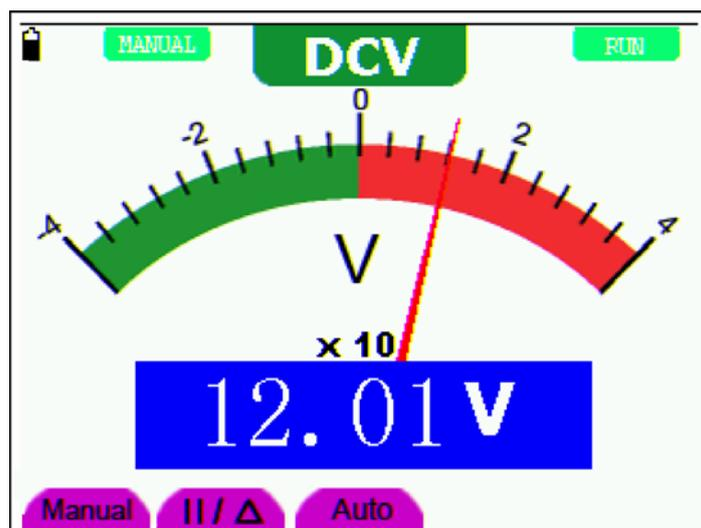

图 30: 手动/自动切换
2. 在手动量程模式下，每按一次 **F1** 键，往上跳一档，到最高档后再按 **F1** 键则跳至最低档，依次循环。当前的量程指示可通过表针乘以倍率再乘以主读数窗口的单位获得。如图30所处的量程是 **40V**。
见图 30: